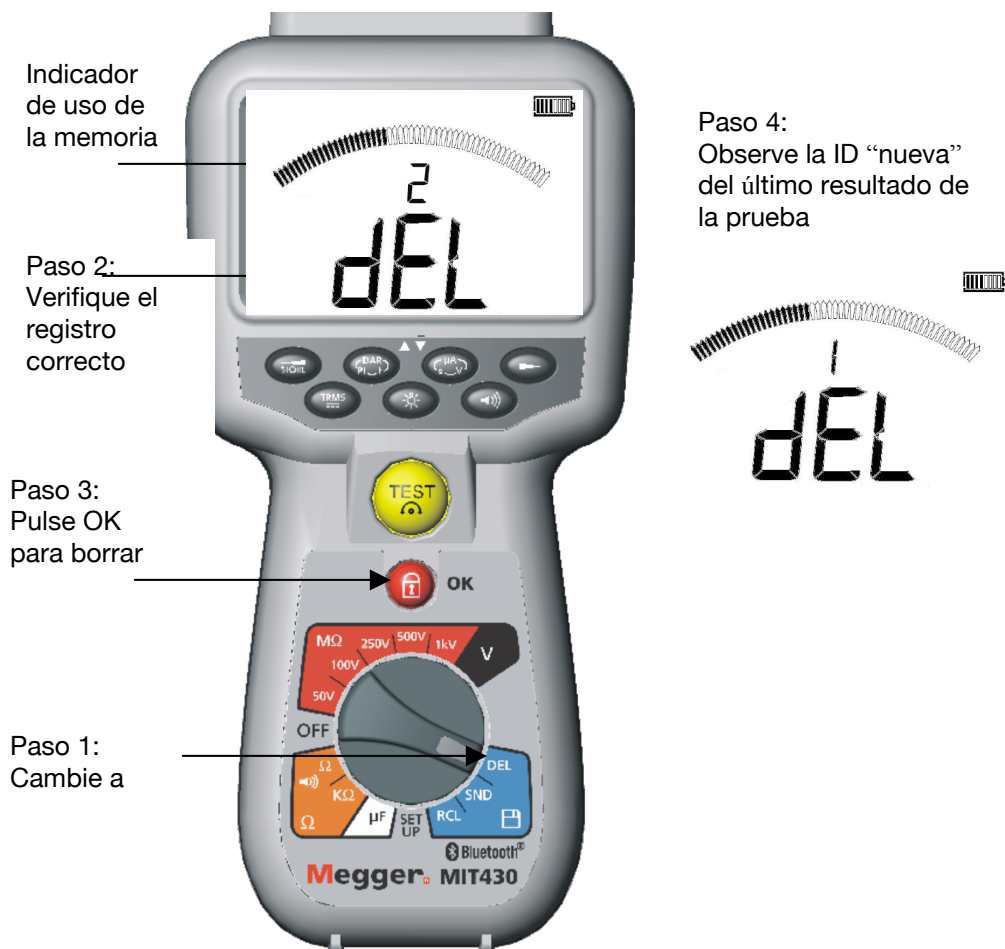

Figura 16: Cómo borrar un solo resultado de la prueba
16.1 Procedimiento para borrar un solo resultado de la prueba (Consulte la Figura 16)